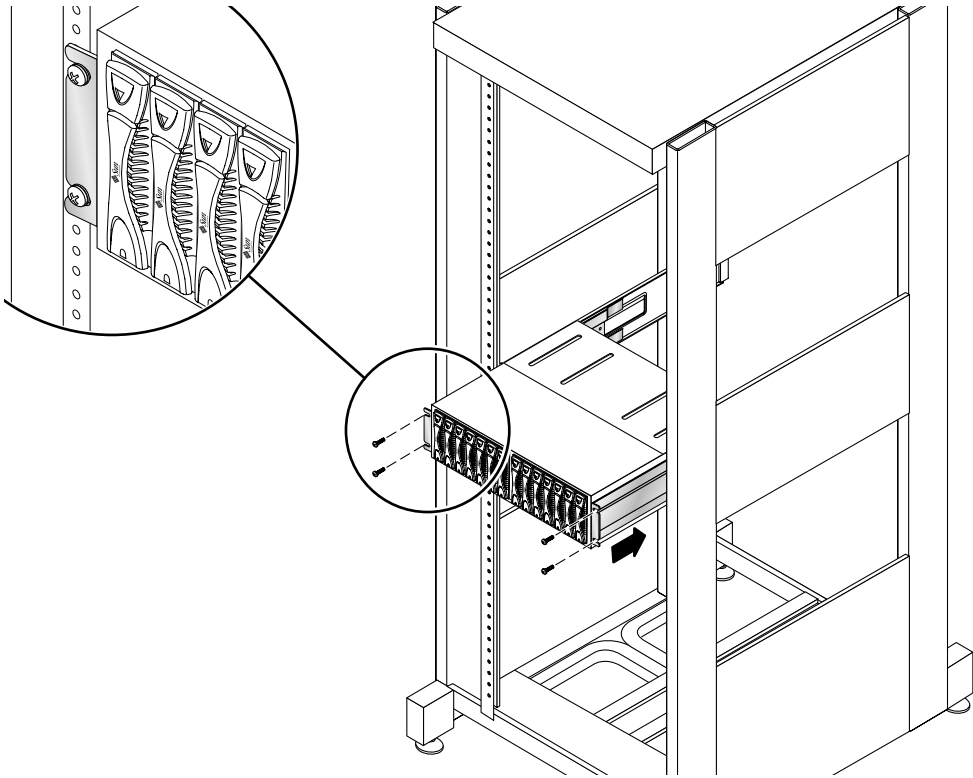

図 9 正面のネジでアレイを固定
- すべてのネジを締めて、アレイの留め具を正面の取り付け用レールに固定することによってアレイを固定します (図 9)。